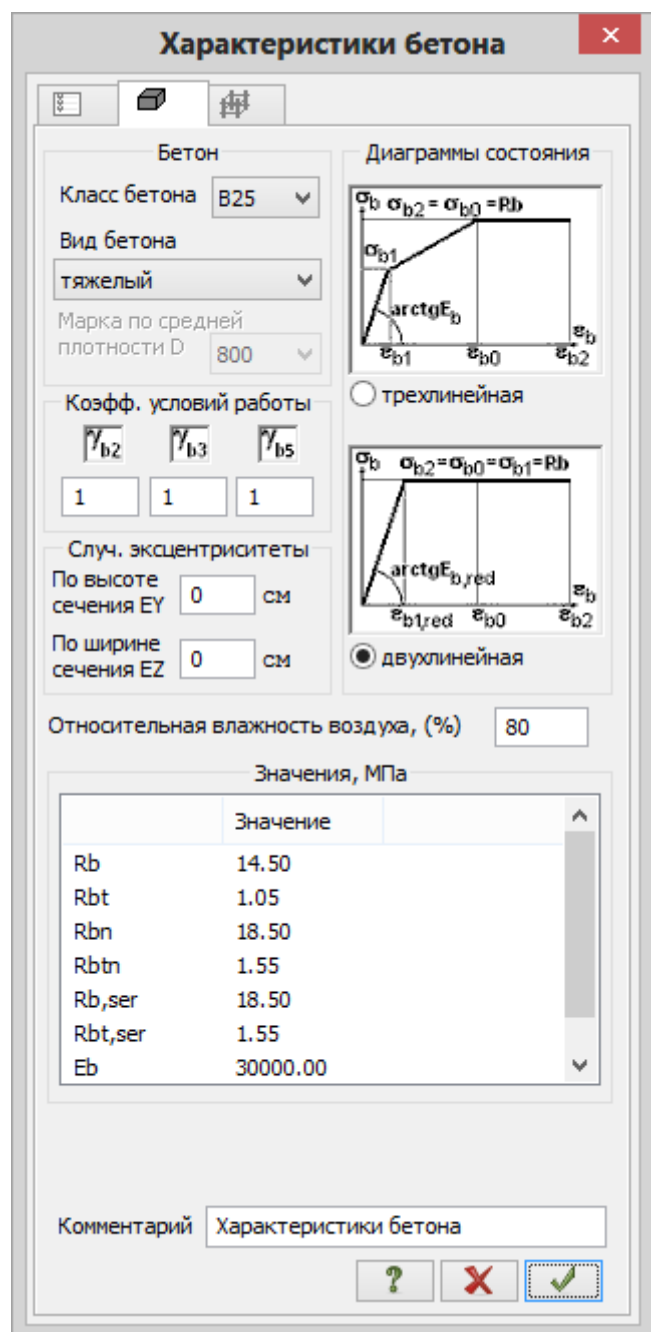

Рис.21.12. Диалоговое окно **Характеристики бетона**
- На экран выводится диалоговое окно **Характеристики бетона** (рис.21.12), в котором задайте следующие параметры: